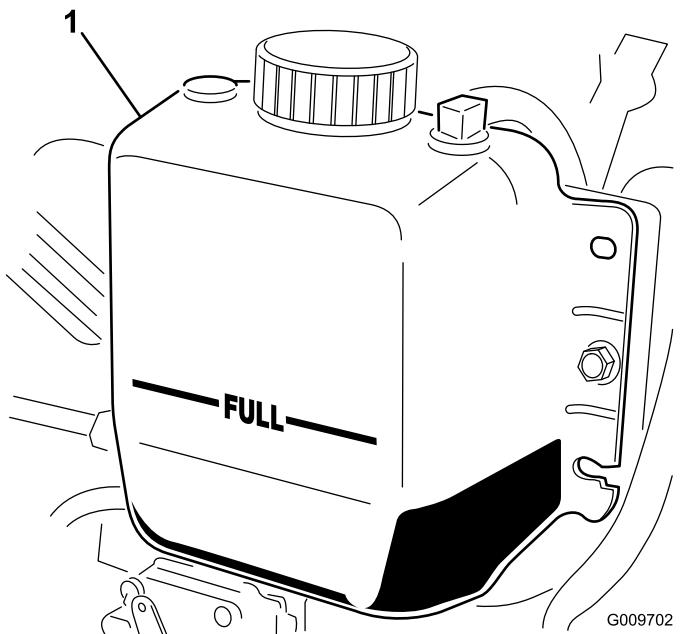

Bild 35
- Hinweis:** Der Kübler sollte bis zur Oberseite des Einfüllstutzens und das Ausdehnungsgefäß bis zur Voll-Markierung gefüllt sein (Bild 35).